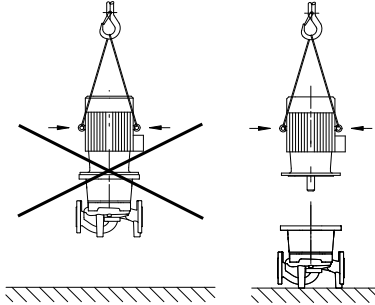

Fig. 20: 모터 운반
- 모터에 있는 리프팅 아이는 모터 하중을 지지하는 용도로만 사용하고 펌프 전체를 지지하는 용도로는 사용하지 마십시오 (Fig. 20).